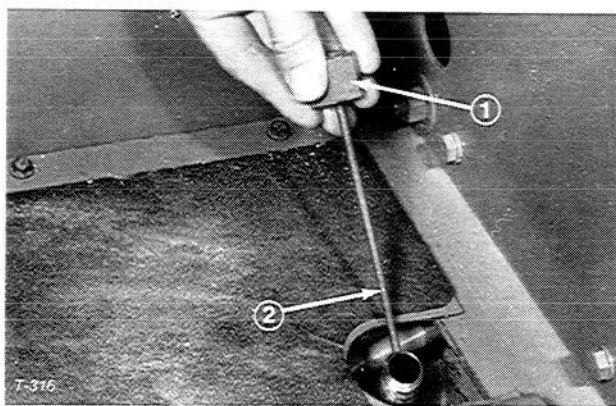

Bild 4
2. Die Kappe des Ölmeßstabs (Bild 4) vom Füllrohr abschrauben und mit einem sauberen Lappen abwischen. Die Füllrohrkappe handfest auf das Füllrohr aufschrauben. Den Meßstab abschrauben und den Ölstand prüfen. Wenn sich der Ölstand nicht mindestens 13mm von der Auskerbung am Meßstab befindet (Bild 4), soviel Öl nachfüllen, bis der Ölstand zur Auskerbung reicht. NICHT höher als 13 mm über der Auskerbung FÜLLEN.